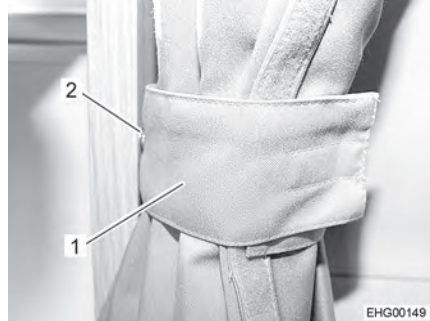

Fig. 7 Cortina oscurecedora, retenida
- Retener ambas mitades de la cortina oscurecedora con el lazo (Fig. 7,1) y el botón de presión (Fig. 7,2).